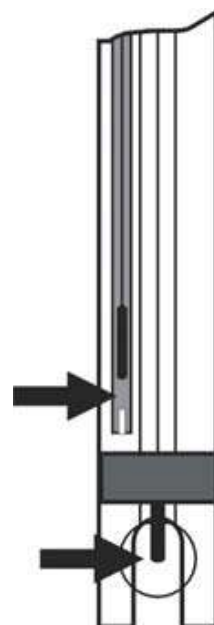

Рис. 3
**4.5** Убедиться в отсутствии воздушных пузырей в местах показанных стрелками на рис.3 и при необходимости удалить их встряхиванием (как встряхивают медицинский термометр), при этом пузыри должны переместиться в верхнюю часть электрода.